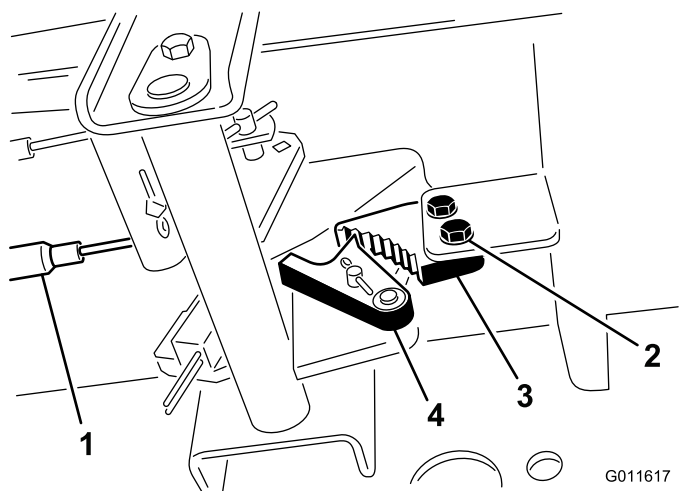

图 47
2. 向前踩驻车刹车踏板直到刹车卡槽完全接合刹车闸图 47。
1. 松开将驻车刹车闸固定到机架的 2 个螺钉图 47。